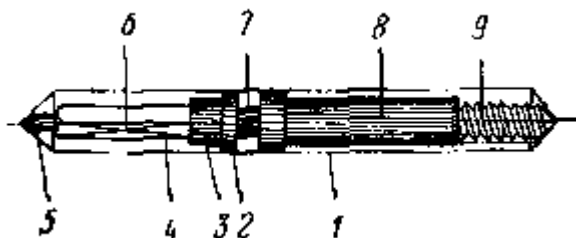

Рис. 153. Изготовление нового заводного валика:
**Изготовление заводного валика.** При изготовлении нового заводного валика (рис. 153) рекомендуется все размеры определять штангенциркулем. Необходимо, чтобы зазоры между валом и сопряженными с ним деталями были доведены до минимума.